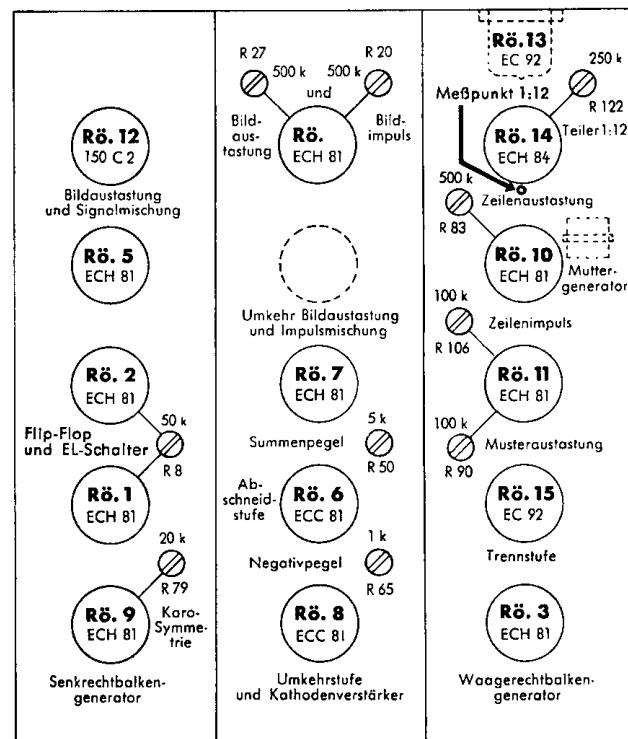

Bild 12 FBG 955/III-Justierplan
Eine Wartung im üblichen Sinne ist bei dem Bildmuster-Generator nicht erforderlich. Alle verwendeten Einzelteile sind von ausgesuchter Qualität und für sehr lange Lebensdauer dimensioniert. Nur wenn nach langer Betriebszeit oder nach Röhrenwechsel das Signal nicht mehr fehlerfrei ist und dieser Fehler auch nicht durch Ausprobieren mehrerer Röhren zu beheben ist, wird eine Neujustierung notwendig. Es sei ausdrücklich davor gewarnt, planlos an den Reglern zu drehen, da diese im Werk mit Präzisionsgeräten den Normen entsprechend eingeregelt sind, und auch starke Netzsollspannungsschwankungen keine Fehler in dem abgegebenen Signal hervorrufen. Nur nach sorgfältigem Studium der folgenden Angaben über die Funktion der einzelnen Regler und bei der Erfassung der technischen Zusammenhänge sollte man sich an eine Neujustierung heranwagen. Dazu benötigt man einen guten Oszilloskop (z. B. NORDMENDE-Universal-Oszilloskop UO 963, UTO 964, UTO 366) und einen guten Fernsehempfänger, dessen Bildhöhe und -breite so klein eingestellt sind, daß die Ränder, also die Austastlücken, bis zu den Impulsen hin erkennbar werden. In Bild 12 ist ein Übersichtsplan der innerhalb des Gerätes befindlichen Regler dargestellt.
Die Kontrolle dieses Teilers ist leicht am Meßpunkt neben Rö 14 möglich. An diesen Meßpunkt wird ein Oszilloskop über Tastteiler 1:10 angeschlossen und so eingestellt, daß das im Bild 13 sichtbare Oszillosrogramm dargestellt wird. Durch Abzählen der Impulse zwischen den beiden großen Impulsen läßt sich das Teilverhältnis genau ermitteln und mit R 122 korrigieren. Der richtige Einstellpunkt ist dann gefunden, wenn sich das Teilverhältnis bei Durchdrehen des Zeilenfrequenzreglers (2) nicht mehr ändert. Die Lage von R 122 und der Meßpunkt sind aus dem Justierplan, Bild 12, zu entnehmen.